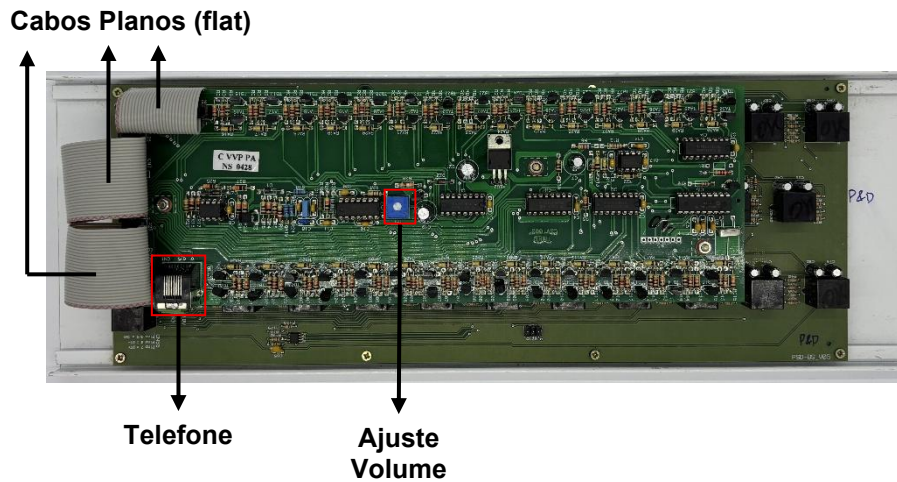
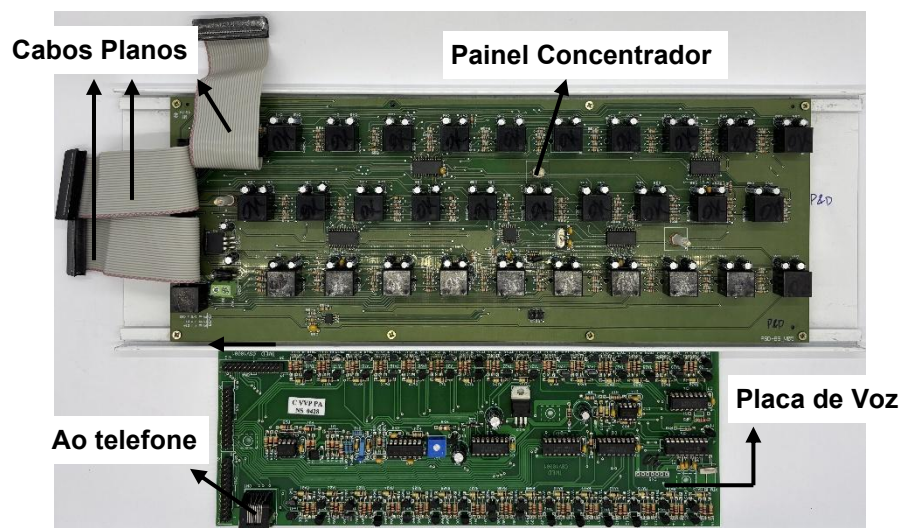

Figura 24 - Placa de voz sobre a placa eletrônica principal
Figura 25 - Placas do Painel Concentrador
- e. Se o Sistema de Chamada de Enfermagem for configurado com Viva-Voz, remova as três porcas de fixação da placa de voz bem como os cabos planos que a conectam com a placa do Painel Concentrador. Em seguida, remova a placa de voz. A Figura 24 apresenta a foto correspondente ao que será observado após abrir as tampas e curvas do gabinete - Figura 25.
- h. Se o Sistema de Chamada de Enfermagem (SCH) for configurado com Viva-Voz, reinstale a placa de voz e, em seguida, conecte o cabo vindo do telefone ao soquete RJ45 localizado na placa de voz. Veja a Figura 25.